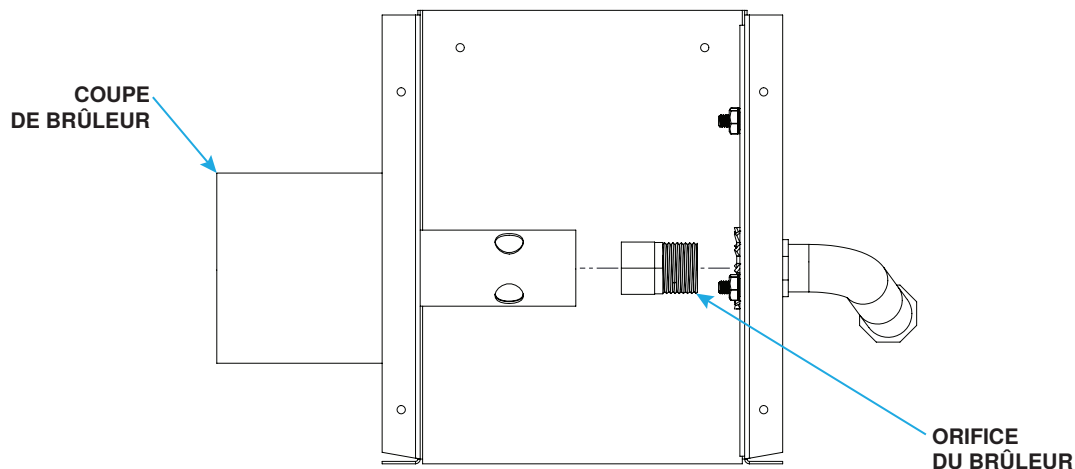

Figure 2. Collecteur de gaz typique
- d. À l'aide d'une clé, enlevez l'orifice du brûleur existant (voir Figure 2) du collecteur de gaz.